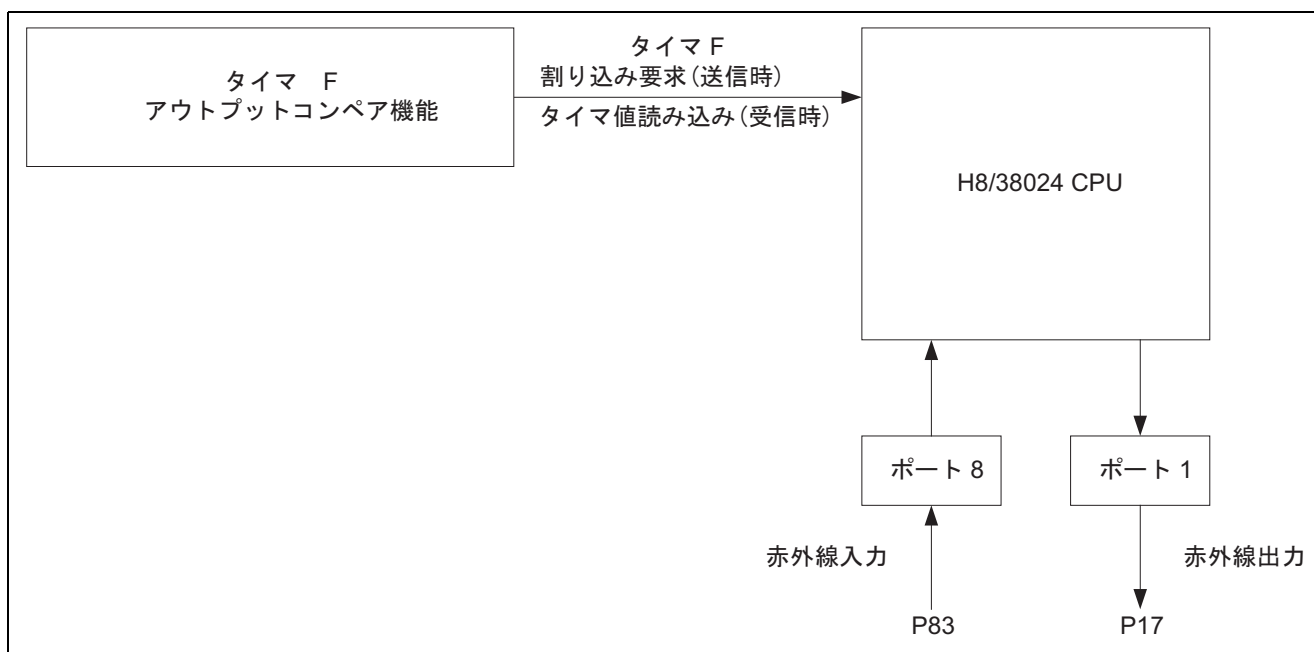

図 4 使用機能ブロック図
(1) 図 4 に本タスク例における H8/38024 の使用機能のブロック図を，表 1 に機能割付を示します。